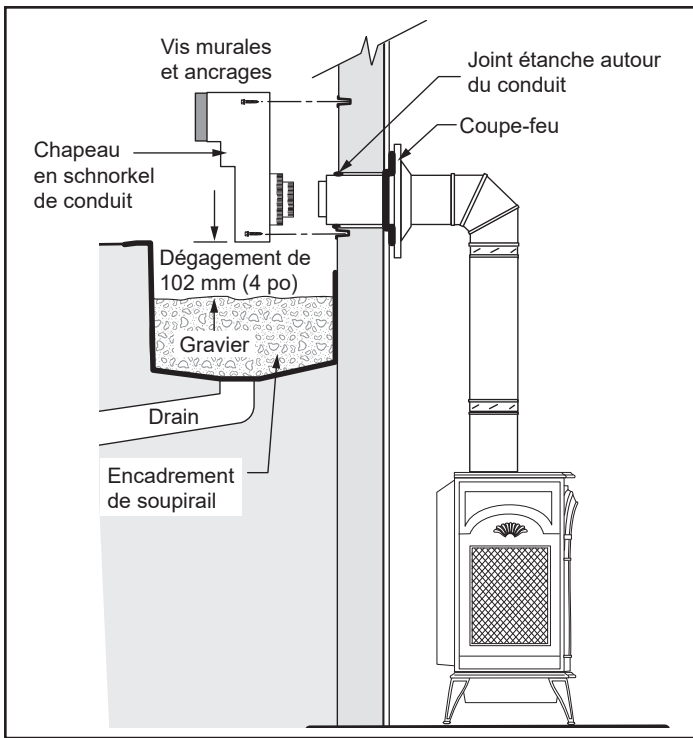

Figure 3.16 – Installation de l'ensemble en schnorkel.
2. Creusez le sol jusqu'à une profondeur d'environ 406 mm (16 po) sous la base du schnorkel. Installez un encadrement de soupirail (non compris). Remplissez ensuite le trou d'une épaisseur de gravier grossier de 305 mm (12 po) en prenant soin de prévoir un dégagement d'au moins 102 mm (4 po) sous le schnorkel (figure 3.16).